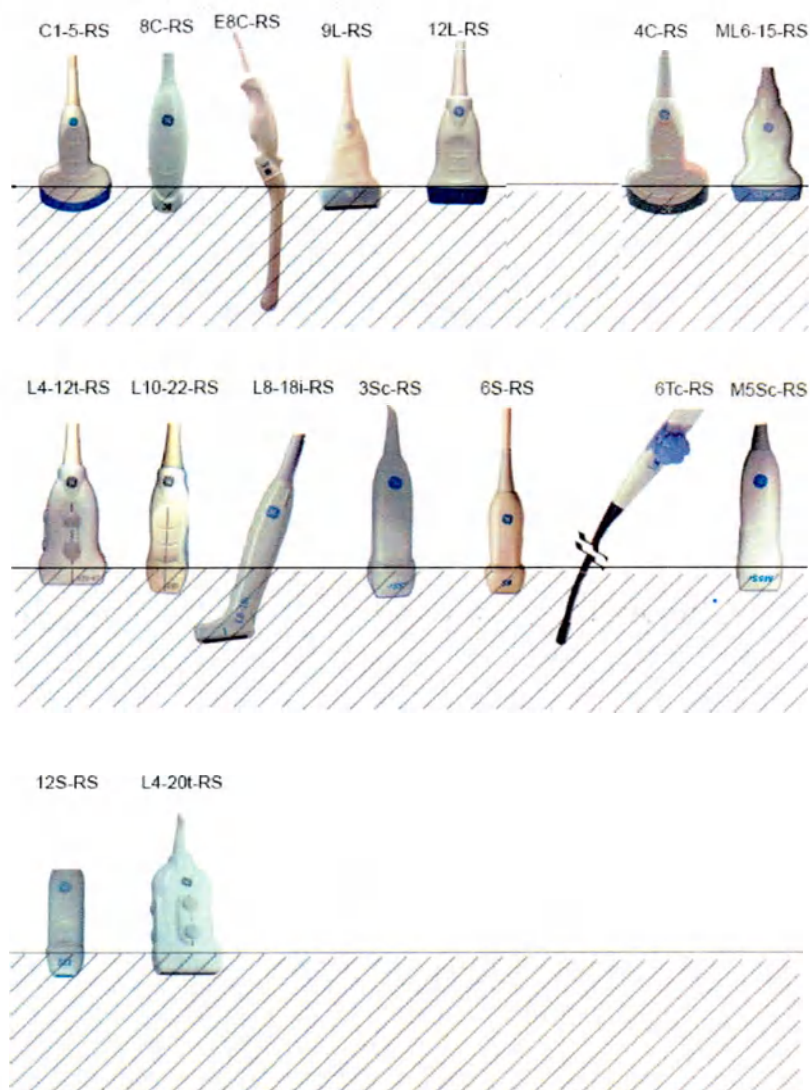

Рис. 11-12. Уровни погружения датчика
3. Погрузите датчик в приготовленный чистящий раствор до необходимого уровня и убедитесь, что на поверхности не осталось пузырьков воздуха. Не погружайте датчик ниже уровня, указанного в руководстве пользователя и на Figure 11-12 on page 11-23.
Не погружайте датчик в жидкость выше уровня, указанного для данного датчика (см. Figure 11-12).